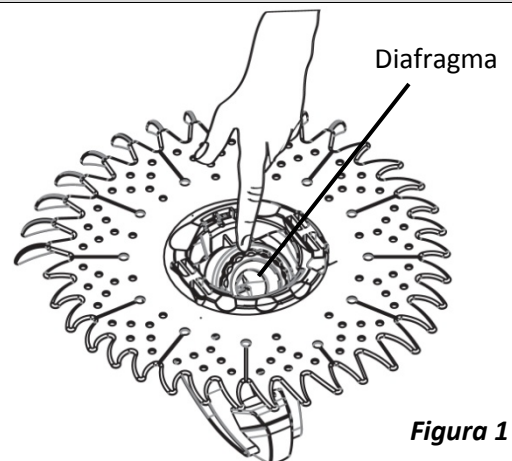

Figura 1
- Voltee el limpiafondos (Figura 1).